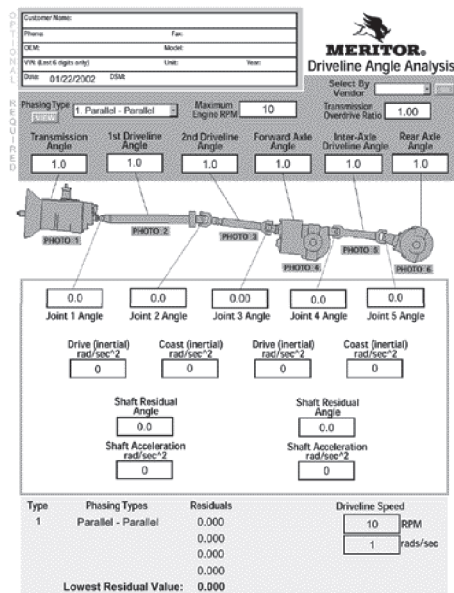

Figura 13.23
1. Introduzca la siguiente información opcional en los campos apropiados en la parte superior de la pantalla. Figura 13.23.
2. Introduzca el régimen máximo del motor. Figura 13.23.
3. Introduzca la relación de sobre marcha de la transmisión. Este valor deberá ser inferior a 1. Para aplicaciones de accionamiento directo, ingrese 1. Figura 13.23. Haga clic en la selección por proveedores en el menú desplegable. Haga clic en el botón Buscar (GO). La pantalla mostrará una lista de las transmisiones por el fabricante. Usted puede seleccionar su modelo de transmisión específica y relación de transmisión en estas listas.